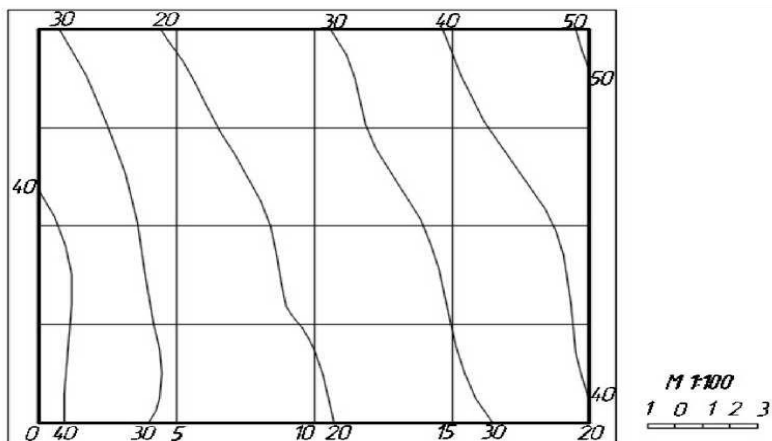

Рис. 70 – Пример плана топографической поверхности
3. Создать план топографической поверхности (рисунок 70) при помощи сетки прямоугольных координат.